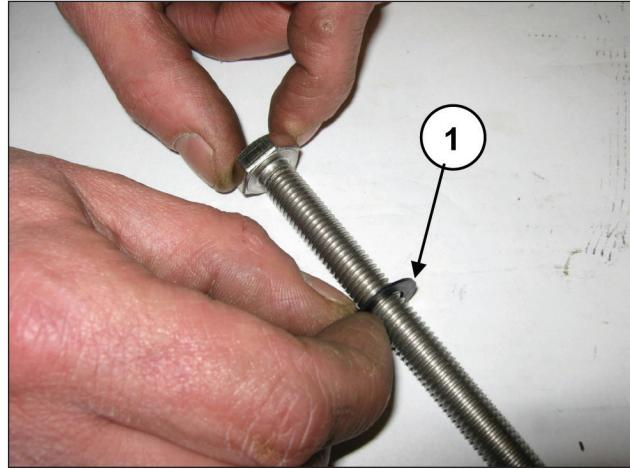

Fig. 181
Insira a arruela Ø10x18x0,9 no parafuso de fixação do pistão (pos. ①, Fig. 181).